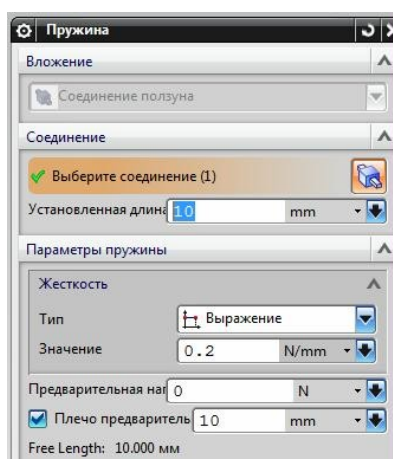

рис.12
- Но мы дополнительно включим *Пружину*, и поставим её на уже существующий *Ползун* (рис.12, 13). В этом варианте красное тело под действием собственной силы тяжести будет производить колебательные движения, и, в конце концов, успокоится на некотором расстоянии от края серой платформы.